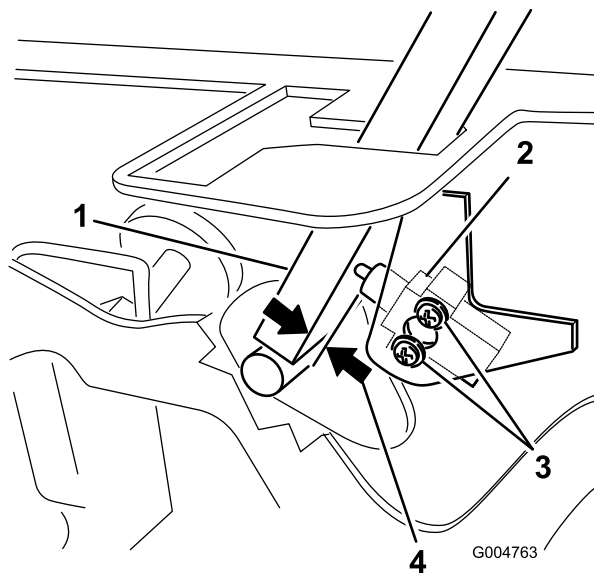

Bild 54
3. Lösen Sie die zwei Schrauben, mit denen der Sicherheitsschalter befestigt ist (Bild 54).
4. Halten Sie den Schaltbügel gegen den Rahmen und schieben Sie den Schalter zum Hebel, bis der Abstand zwischen dem Hebel und dem Schaltergehäuse 0,4 bis 1 mm beträgt (Bild 54).